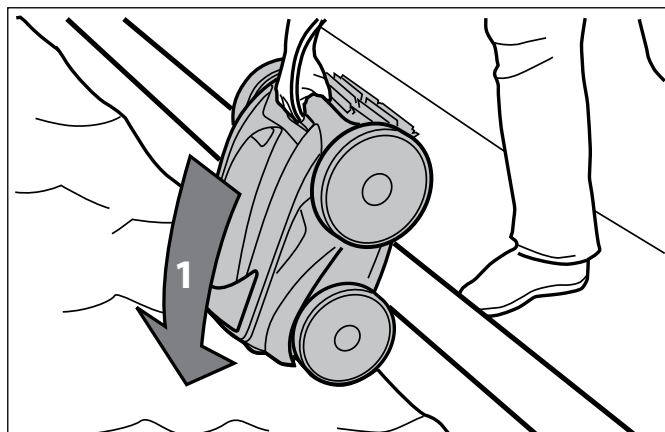

Figure 15. Immerger le robot nettoyeur à la verticale
1. Immerger le nettoyeur dans l'eau de la piscine et libérer tout l'air emprisonné à l'intérieur en plaçant l'appareil à la verticale (Figure 15).